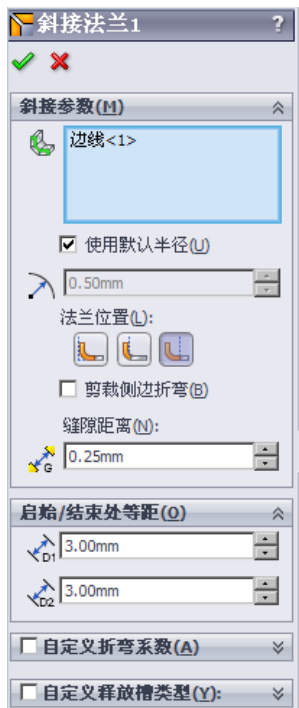

图 1.12 “斜接法兰 1”对话框
② 选择下拉菜单 **插入(I)**  **退出草图** 命令，退出草图环境，系统弹出图 1.12 所示的“斜接法兰 1”对话框。